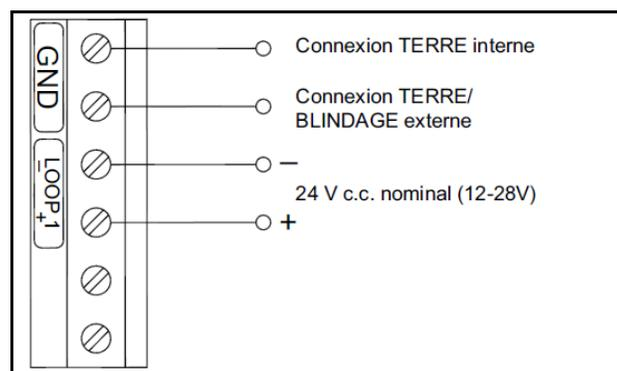

Figure 7: Raccordements électriques - Une boucle de courant
Pour câbler le MMR31, reportez-vous à la Figure 7 ci-dessous et procédez comme suit :
5. Raccordez les câbles aux bornes du MMR31 comme illustré à la Figure 7 ci-dessous.